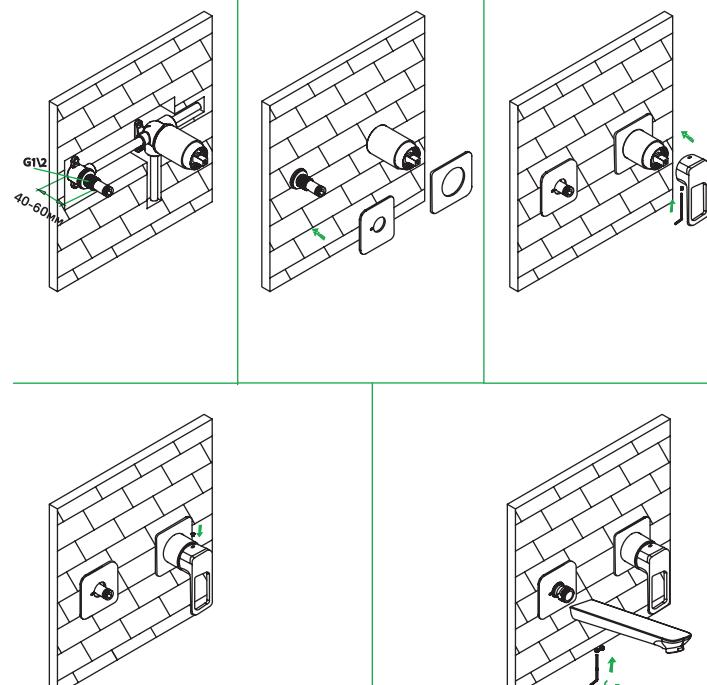

Рис. 3/3-сур.
- В намеченном месте установки смесителя необходимо подготовить нишу для установки корпуса смесителя. Нишу подготавливают путем штробирования стены. Глубину ниши и ее размеры необходимо предусмотреть с учетом размеров корпуса смесителя. При определении глубины ниши необходимо учесть толщину будущей отделки и глубину, на которую может быть установлен смеситель от поверхности будущей стены с отделкой. Справочные размеры указаны на рис. 3.